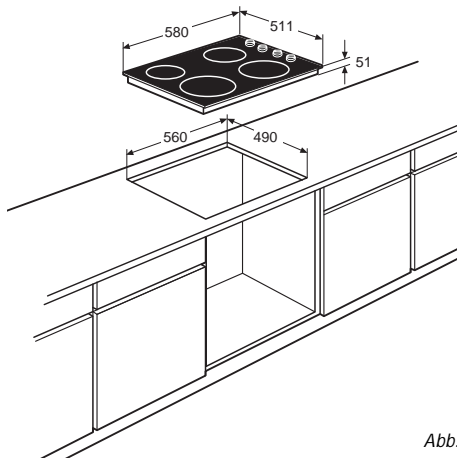

Abb. 6
- Die Sägemeiße (560 x 490 mm) auf die Arbeitsplatte übertragen (siehe Abb. 6).